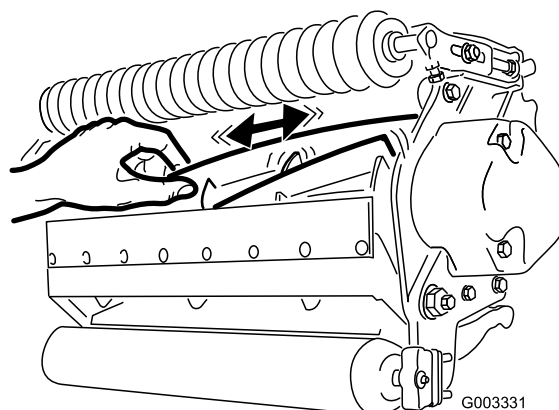

Figura 27
2. Utilizando um pano ou luva almofadada, segure a lâmina do cilindro e tente mover o conjunto do cilindro de um lado para outro (Figura 27).